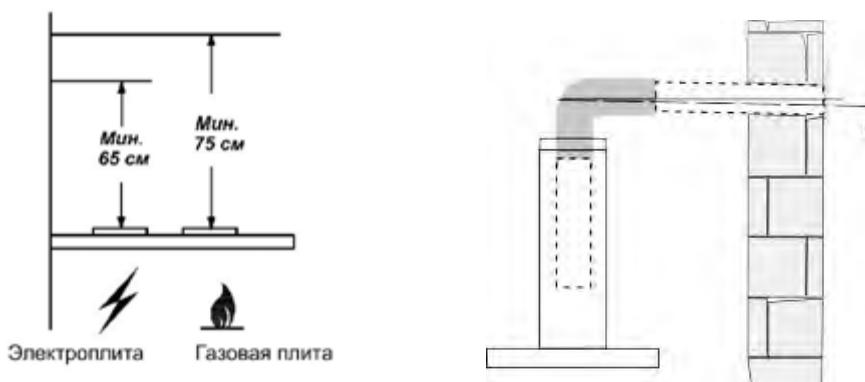

рис. 1
1.2 Вытяжку устанавливайте на высоте, как показано на рис. 1.
- 4.6 Устанавливайте вытяжку над плитой в соответствии с рис. 1.